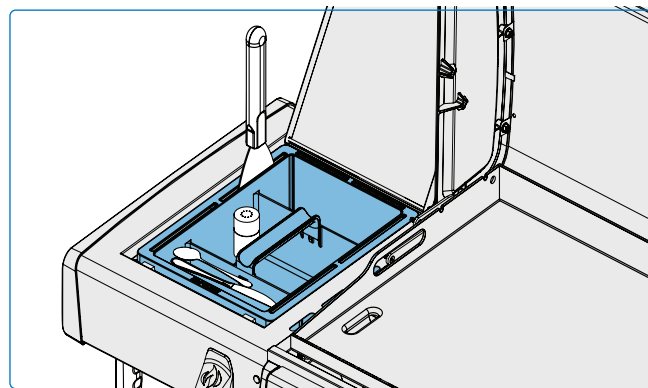

Abb. 8
Halten Sie Saucen, Gewürze und Kochutensilien während des Grillens mit dem integrierten Gewürzhalter in der Seitenablage in Reichweite. (Abb. 8).
- Stellen Sie verschiedene Brenner auf unterschiedliche Heizstufen ein, um bestimmte Temperaturzonen zu schaffen. Überwachen Sie die Oberflächentemperatur der Plancha mit einem Infrarotthermometer, um sicherzustellen, dass jede Zone die gewünschte Temperatur hat. Verwenden Sie direkte Hitze (direkt über den beleuchteten Brennern) für Speisen, die schnell gegart werden sollen, während indirekte Hitze (seitlich) für langsames Garen oder zum Warmhalten von Speisen verwendet werden kann. (Abb. 8).